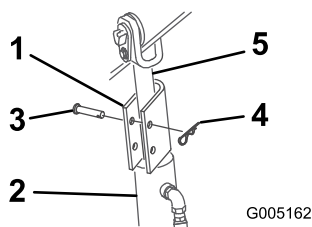

Bild 25
4. Bringen Sie über jeder Hubzylinderstange ein Zylinderschloss an (Bild 25).